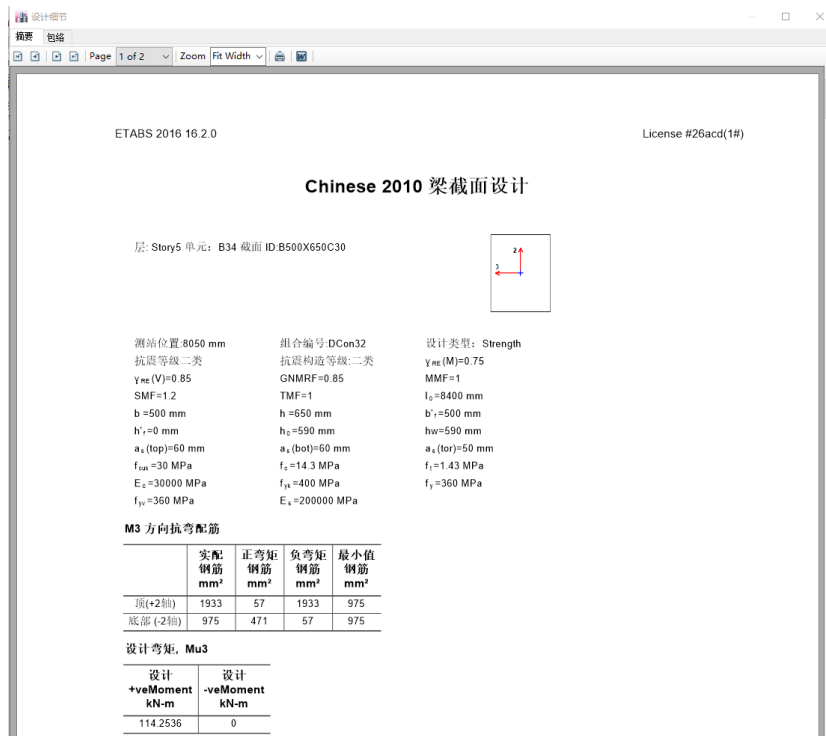

图 8-4 设计细节报告
5. 点击**混凝土梁设计信息**对话框上的**摘要**按钮，弹出**设计细节**报告，如图 8-4 所示，点击报告浏览器右上角的[X]关闭窗口。